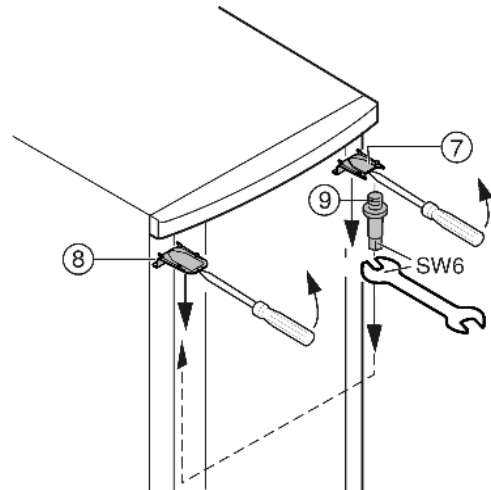

Fig. 7
- ▶ Faire déclipeter le cache Fig. 7 (7) en haut et le cache Fig. 7 (8) avec un tournevis devant et l'enlever diagonalement vers le bas.
- ▶ Dévisser le pivot d'appui Fig. 7 (9) et le visser du côté opposé (**avec 4 Nm**).
- ▶ Remonter le cache Fig. 7 (7) du côté du pivot d'appui : l'insérer par l'arrière et l'encliqueter sur l'avant.
- ▶ Monter le cache Fig. 7 (8) sur le côté opposé: l'insérer par l'arrière et l'encliqueter sur l'avant.
- ▶ Accrocher la porte dans le pivot d'appui Fig. 7 (9) supérieur.